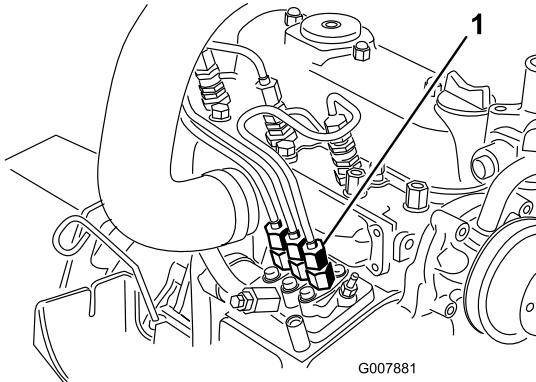

Figura 50
- Coloque um tapete por baixo da tubagem que sai da bomba de injecção para o bocal injector n.º 1 conforme ilustrado em Figura 50.